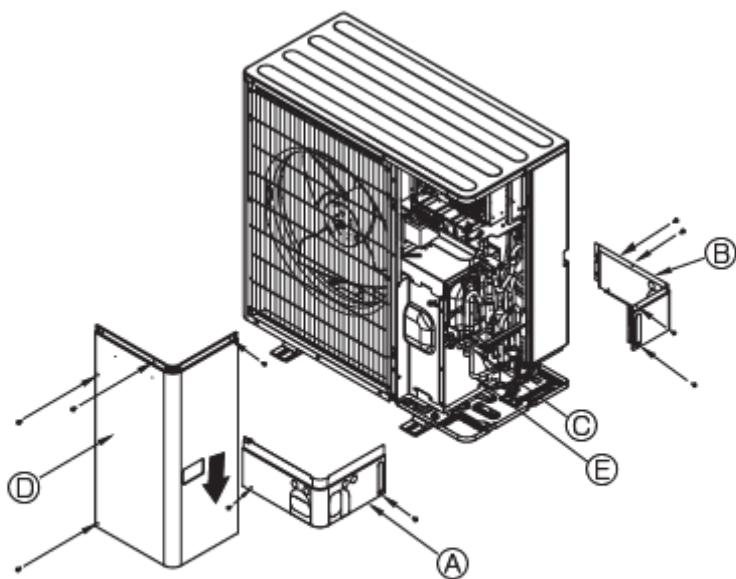

Fig. 4-3
- (3) Utilizati urmatoarea procedura pentru racordarea conductelor de gaz. (Fig.4-3) (SHW230)
- 1 Brazati tevile liniare (E) pentru unitatea exterioara utilizand materiale de lipit de procurat si tevile locale (C) fara oxigen.
- 2 Racordati teava liniara (E) la robinetul de inchidere a gazului. Utilizati 2 chei pentru a stranga piulita.
- (A) Capac conducte anterioare
- (B) Capac teava
- (C) Robinet de inchidere
- (D) Panou de serviciu
- (E) Raza indoiri: 100 mm – 150 mm
4.3. Instalatia de agent frigorific (fig.4-3)